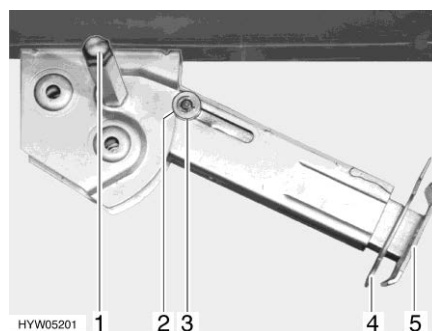

Fig. 45 Vérin stabilisateur
- Placer la clé à pipe sur l'écrou à six pans (Fig. 45,1) et tourner jusqu'à ce que le vérin stabilisateur soit en position verticale vers le bas.
- Retirer la goupille (Fig. 45,4) de la rallonge du pied d'appui (Fig. 45,5).
- Placer la clé à pipe sur l'écrou à six pans (Fig. 45,1) et tourner jusqu'à ce que le vérin stabilisateur se dégage du sol.
- Rentrer complètement la rallonge du pied d'appui (Fig. 45,5) et insérer la goupille (Fig. 45,4) dans le trou prévu à cet effet.
- Tourner la clé à pipe sur l'écrou à six pans (Fig. 45,1) jusqu'à ce que le vérin stabilisateur ait pivoté vers le haut et le disque de guidage (Fig. 45,3) soit complètement rentré dans l'encoche (Fig. 45,2).